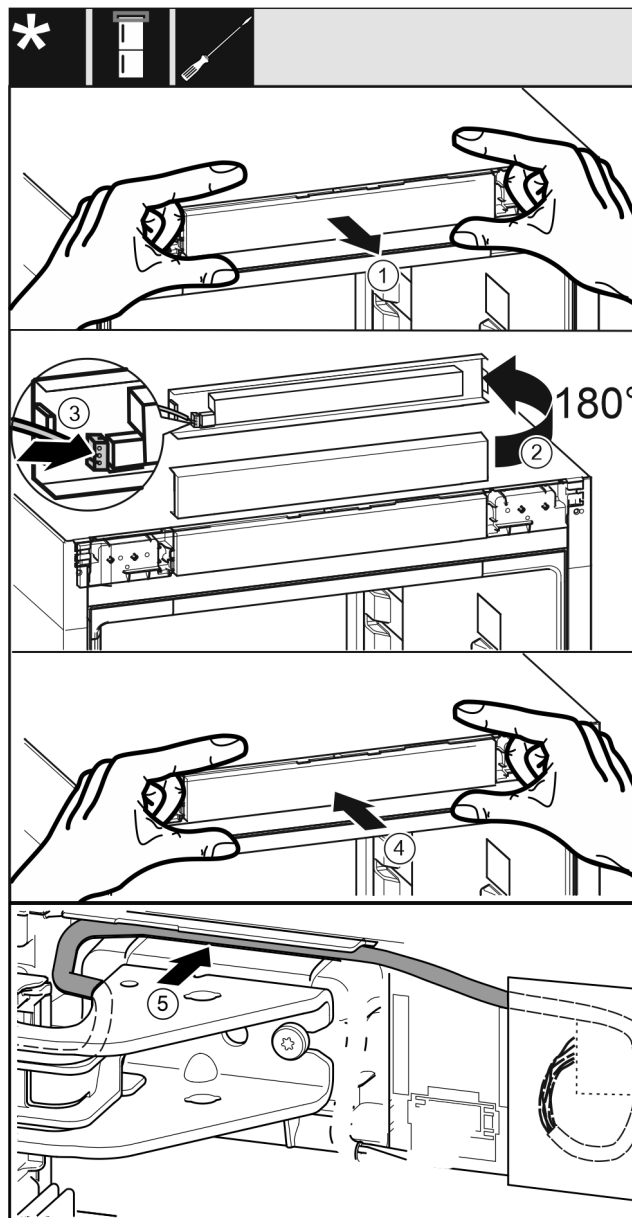

Fig. 57
- ▶ Bedienblende Fig. 57 (1) vorsichtig herausnehmen.
- ▶ Bedienblende Fig. 57 (2) um 180° nach oben drehen.
- ▶ Stecker Fig. 57 (3) an der Bedienteilblende einrasten.
- ▶ Bedienblende Fig. 57 (4) wieder am Gerät einrasten.
- ▶ Kabel Fig. 57 (5) vorsichtig in der Führung über dem oberen Lagerbock verlegen.